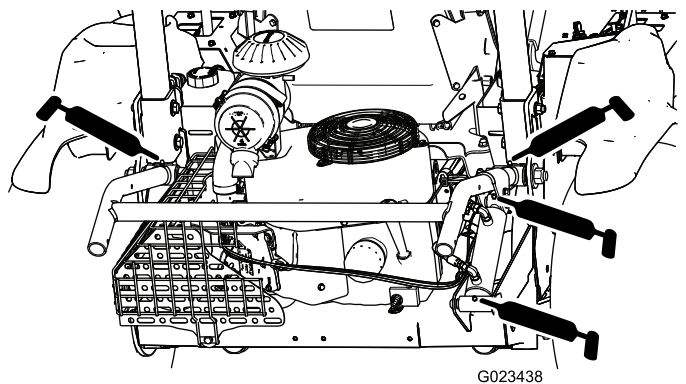

Рисунок 37
- Устройство подъема навесного орудия (4 шт.)—Рисунок 37